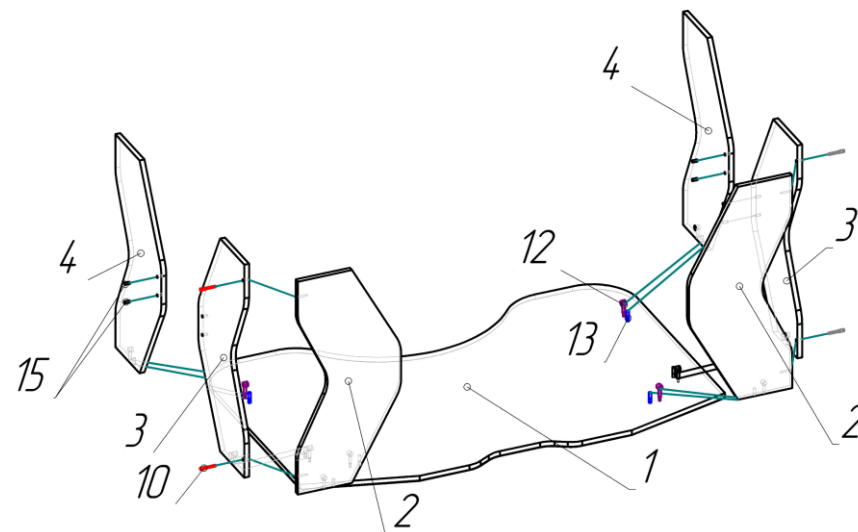

Рисунок 2 – Схема установки опор
2) На следующем этапе сборки необходимо закрепить опоры 2, 3, 4 на обратной стороне столешницы 1 (рис. 2). Далее при помощи межсекционных стяжек (15) соедините опоры 4 и 3. Используя евровинты (10) соедините опоры 2 и 3. Гвоздями (7) закрепите набойки (11) на опорах 2, 3, 4.